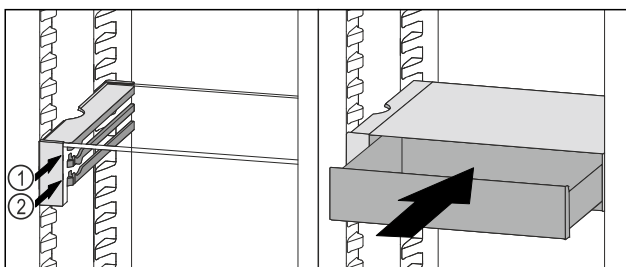

Fig. 99
- ▶ Поставете чекмеджето на VarioSafe зад ограничителите върху желаното ребро Fig. 99 (1) или Fig. 99 (2).